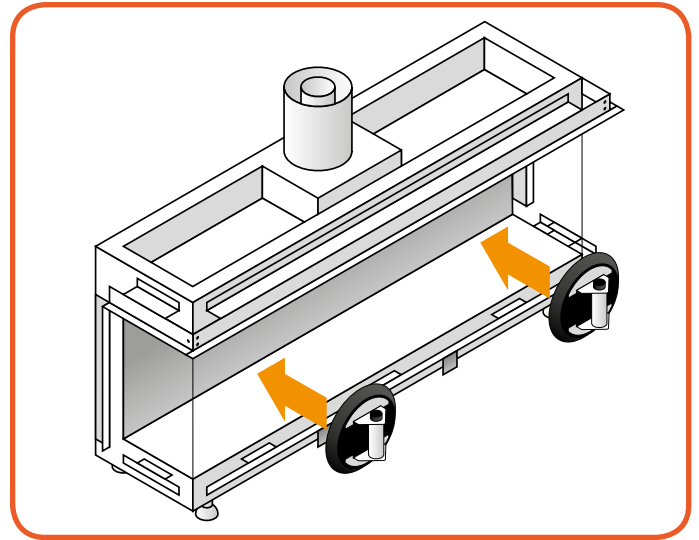

Figura 10.5 - Applicazione della ventosa
- Applicare la ventosa sul vetro e assicurarsi che sia abbastanza sottovuoto da non staccarsi (*Figura 10.5*).